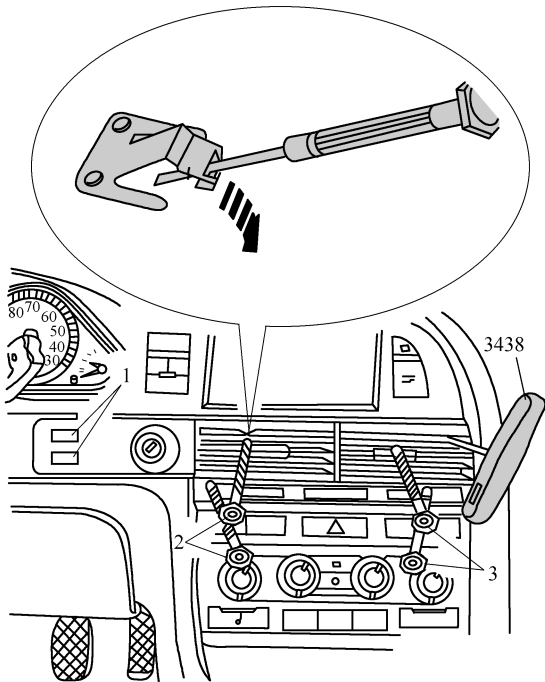

图 6-2-21 拆卸前乘客侧安全气囊关闭指示灯 K145
(1) 使用转向柱调整装置的整个调整范围，尽量把转向盘向后放低，关闭点火开关并拔出点火钥匙。
(2) 如图 6-2-21 所示，小心地将装饰板弹簧销 1 用拆卸楔 3409 从仪表板上松开。
(3) 将仪表板排风口叶片调到水平，通过插入钟表匠用螺钉旋具 2 和 3，脱开全部 4 个固定夹头(箭头所示)。
(4) 用钩子 3438 从两侧将仪表板排风口从安装